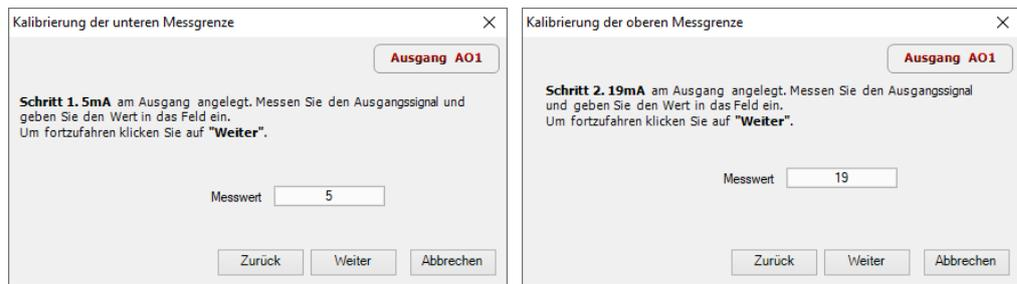

Abb. E.5
9. Berechnen Sie den Ausgangsstrom aus der gemessenen Ausgangsspannung und dem eingestellten Widerstand. Geben Sie das Ergebnis in das Eingabefeld ein (Abb. E.5).
7. Geben Sie die gemessene Ausgangsspannung in das Eingabefeld ein (Abb. E.5).